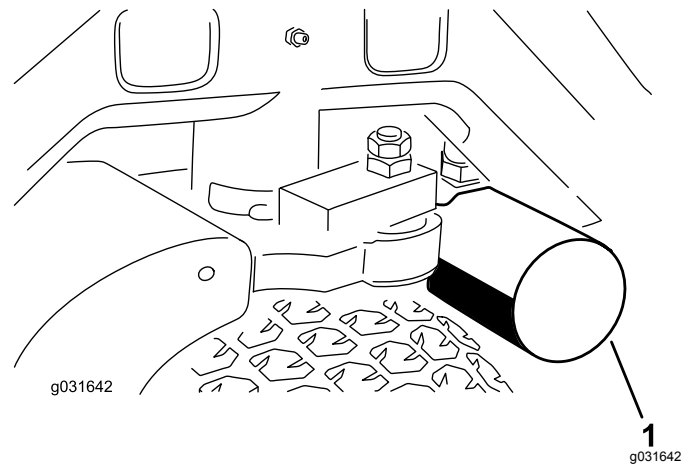
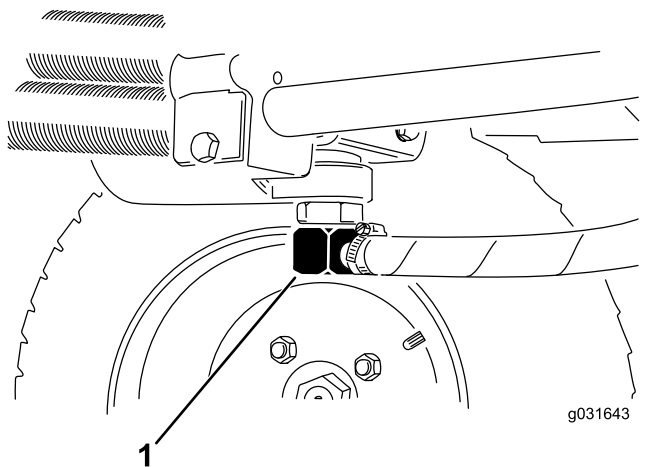

Figura 65
Figura 66
3. Limpe em torno da área de montagem do filtro, coloque um recipiente de escoamento debaixo do filtro e retire o filtro (Figura 65).
2. Desconecte as linhas hidráulicas ou retire o filtro hidráulico e deixe que o fluido hidráulico esorra para dentro de um recipiente de escoamento (Figura 65 e Figura 66).
3. Instale as linhas hidráulicas quando o fluido parar de esorrar (Figura 66).